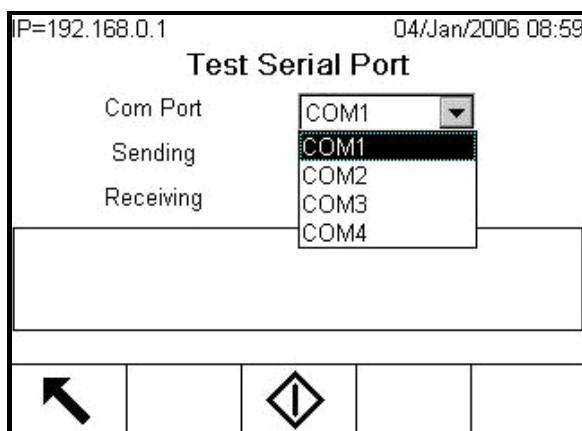

Figura 3-22: Pantalla de configuración de prueba serial
- Prueba serial: Permite la prueba de las funciones de transmisión y recepción en los puertos seriales (COM). Seleccione el puerto COM a ser probado usando el cuadro de selección para puerto COM (Figura 3-22). Sólo los puertos instalados pueden ser probados.